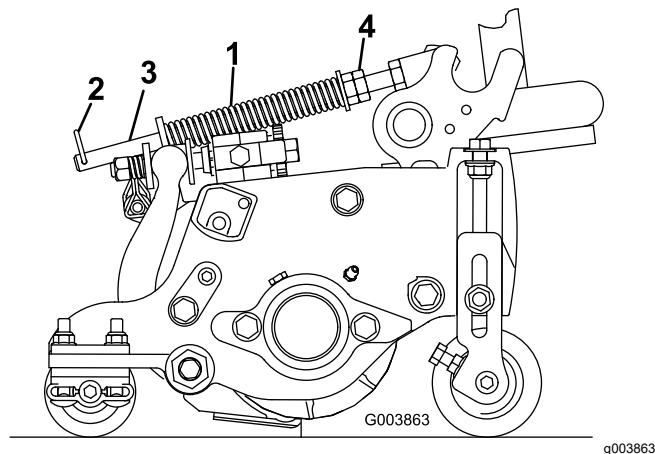

Figura 59
Arcul de compensare pentru gazon (Figura 59) transferă greutatea de la rola frontală pe cea posterioară. Acest lucru ajută la reducerea valurilor create la nivelul gazonului, fenomen cunoscut și drept ondulare sau oscilare.
1. Asigurați-vă că tiftul în formă de agrafă este montat în orificiul posterior al tijeii arcului (Figura 59).
2. Strângeți piulițele hexagonale pe capătul frontal al tijeii arcului, până când lungimea comprimată a arcului este de 15,9 cm; consultați Figura 59.